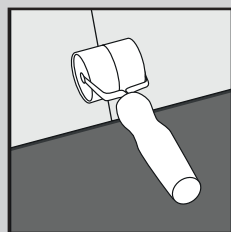

Figure. 4
5. Continuez la pose des lames dans la pièce jusqu'à ce que la rangée soit terminée à l'aide d'un rouleau à main (Figure 4). Seulement s'il est nécessaire de le faire, utiliser un maillet en caoutchouc et une chute du produit pour taper délicatement sur le produit. Un tire-lame peut être utilisé pour tirer l'ensemble du revêtement de sol le long des bords de la pièce (Figure 5).